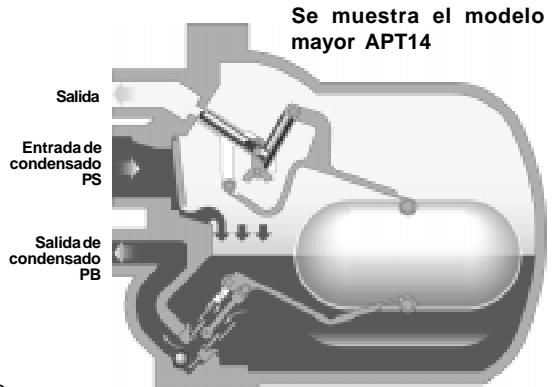

Fig. 6
Paso 1 (Fig. 6)
La bomba purgador automática APT10-4.5 funciona según un principio de desplazamiento positivo. El condensado entra al cuerpo por la válvula de retención de clapeta de entrada, haciendo elevar el flotador. El flotador está conectado al mecanismo de purga por medio de un pivote multi-articulado. Si la presión del sistema aguas arriba PS es suficiente para vencer la contrapresión PB (Fig. 6), el condensado acumulado se descargará a través del mecanismo de purga de dos etapas.